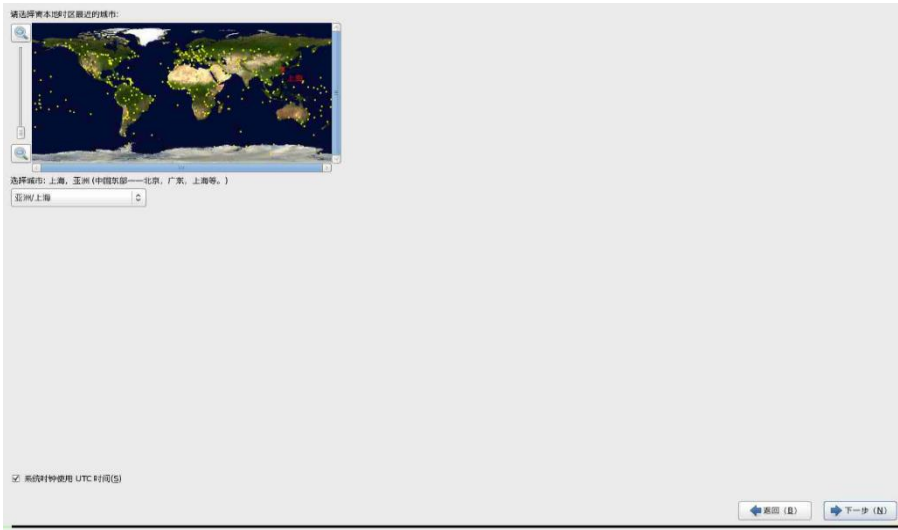

图 6-54
o. 通过添加、编辑、删除等操作编辑逻辑卷, 并分配 mount 点。本例点击添加按钮。弹出生成逻辑卷界面, 如图 6-54 所示。